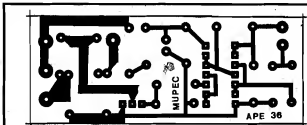

Fig.2
- FIG. 2 - LAY OUT DO CIRCUITO IMPRESSO - A plaquinha, em sí, é simples e pequena, devendo de preferência ser elaborada em substrato de fibra de vidro (melhor do que o fenolite, em aplicações profissionais...). O padrão de ilhas e pistas é descomplicado e descongestionado, de modo que mesmo Leitores sem grande prática no assunto, poderão realizá-la sem grandes problemas... Enfatizamos apenas o seguinte: o circuito, em alguns dos seus setores, operará com altas Tensões, Correntes e Potências, portanto os cuidados nas ve-